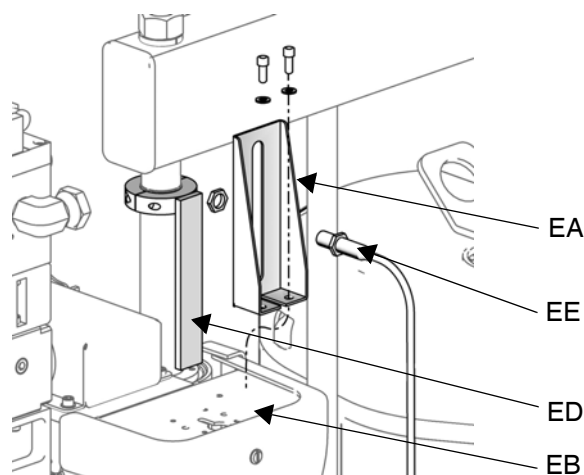

FIG. 9 : Systèmes d'alimentation D200 et D200S
3. Pour mesurer le niveau du tambour, fixez un capteur (EE) sur le support de capteur (EA).
4. Pour les systèmes d'alimentation D60, D200, et D200s : fixez l'actionneur (ED) sur la tige de piston de l'élévateur, à proximité de la partie supérieure, pour qu'il puisse passer devant le capteur (EE) au niveau exact lorsque tambour est presque vide ou que le tambour est vide. Consultez la FIG. 9.